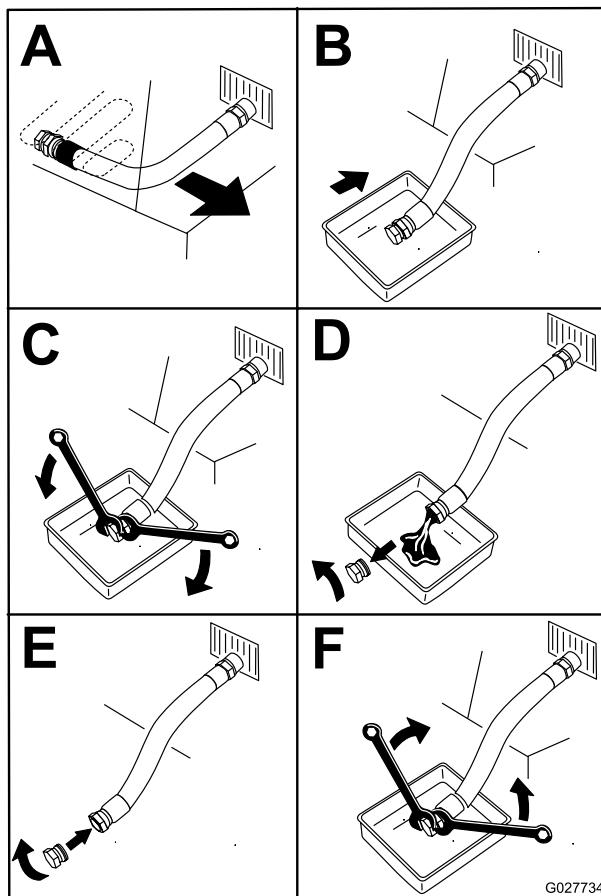

Figura 50
- Drene el aceite del motor (Figura 50).